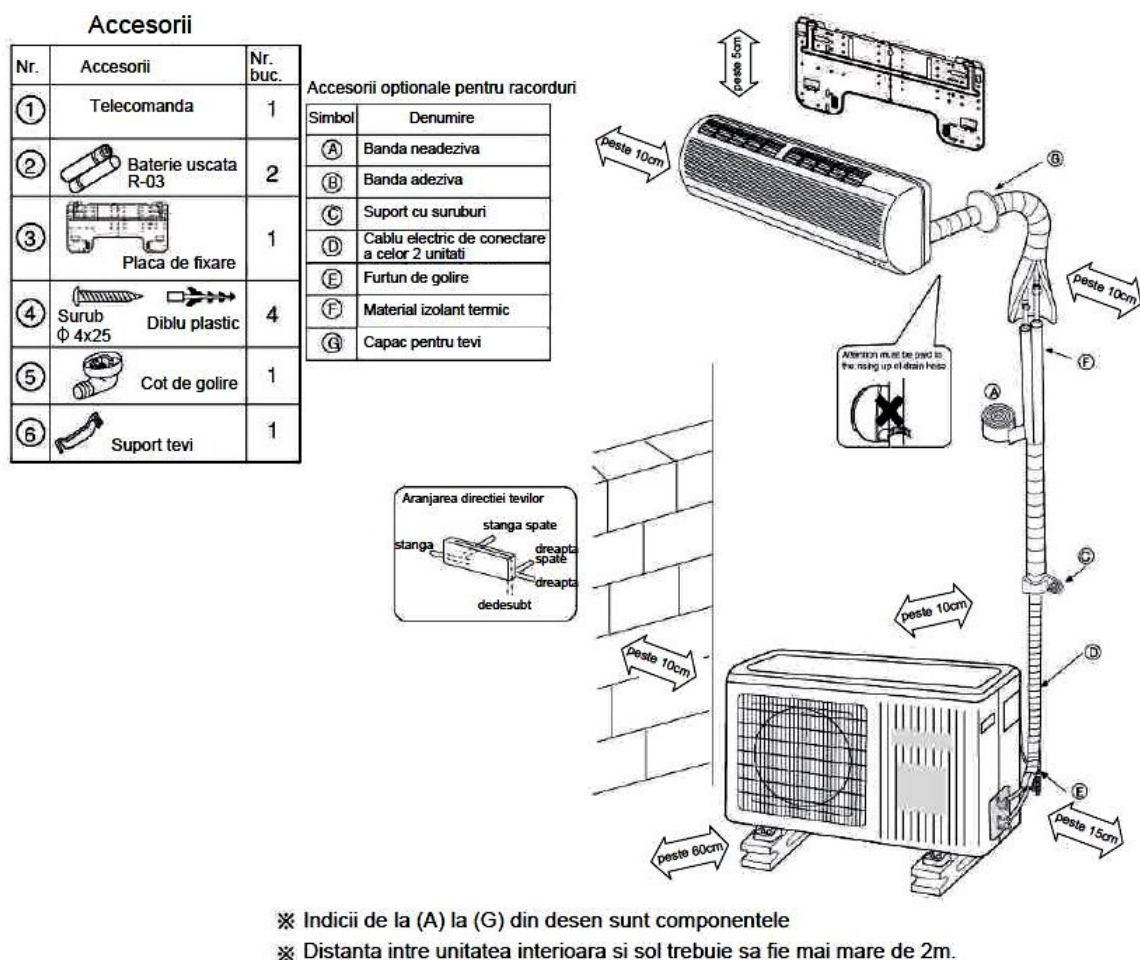

Fig.8. Accesorii și accesoriile opționale
- accesoriile din Fig. 8
- să fie respectate distanțele indicate în manualul de instalare (de exemplu, ca în Fig. 8)
- La montaj trebuie respectate distanțele minime admisibile în raport cu elementele de construcție ale imobilului, conform manualului de instalare al aparatului (de exemplu, ca în Fig.8)